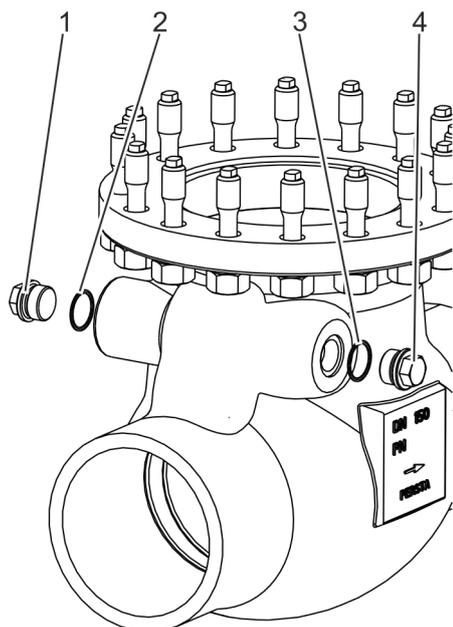

Fig. 31: Montage des vis de blocage et éléments d'étanchéité
- 15.** ➤ Insérer les éléments d'étanchéité neufs (Voir la Fig. 31/2 et 3) dans les rainures du bâti.
- 16.** ➤ Monter les vis de blocage (Voir la Fig. 31/1 et 4).